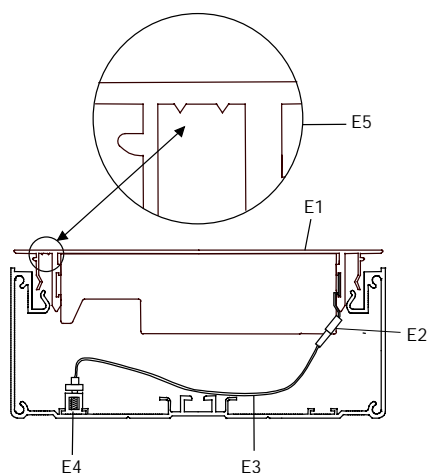

Bild 5: Einsetzen der Module
- Alle Abdeckungen und Module werden mit ihrer Aufsatzmarkierung linksseitig eingebaut (vgl. Bild 5).
#### Montage der Module (Bild 5)